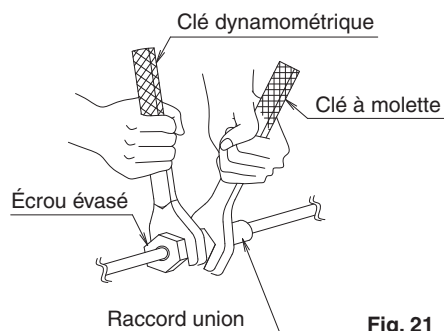

Fig. 21
- Lors de la connexion de la tuyauterie au climatiseur, veillez à utiliser une clé plate et une clé dynamométrique, comme indiqué dans la Fig. 21.
Une fois tous les travaux de brasage terminés, effectuez la connexion évasée par l'unité intérieure. **(Reportez-vous à la Fig. 21)**